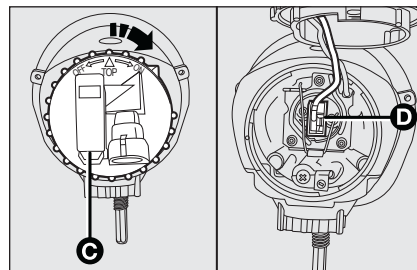

fig. 30
- ☐ afloje la tapa **C**-fig. 30 y desenchufe el conector **D**;